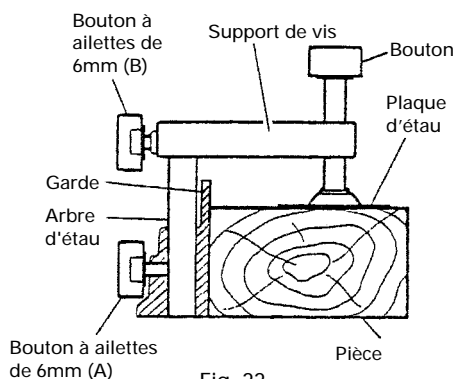

Fig. 22
- (1) L'ensemble d'étau se monte soit sur la garde gauche (garde (B)), soit sur la garde droite (garde (A)), en desserrant le boulon à ailettes de 6mm.
- (2) Le support de vis se relève ou s'abaisse en fonction de la hauteur de la pièce en desserrant le boulon à ailettes de 6mm (B). Après le réglage, resserrer fermement le boulon à ailettes de 6mm (B) et fixer le support de vis.
- (3) Tourner le bouton supérieur et fixer solidement la pièce en place (Fig. 22).